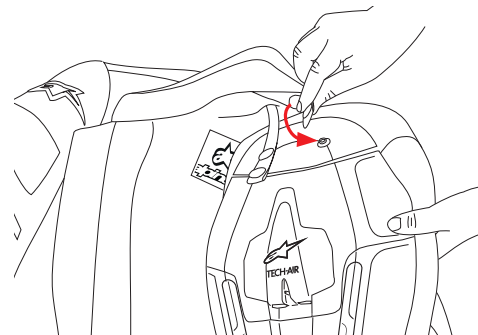

図6
2. 二つのスタッドコネクタをエアバッグベスト(2)の後部プロテクターに取り付けます。最初の場合、プロテクターを上部の二つのスタッドに取り付けます(図6参照)。
- エアバッグベストを低い方の二つのスタッドに取り付ける(エアバッグベストの設置ステップ2 - 図6参照)。